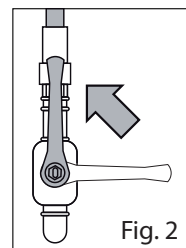

Fig. 2
- Abrir la llave de corte arriba del aparato (Fig. 2);
- Montar de nuevo el tornillo con la arandela de estanqueidad gas en el alojamiento correspondiente, abrir el grifo de corte antes del aparato (Fig. 2) y comprobar que no hay fugas de gas.
- Montar de nuevo el tornillo con la arandela de estanqueidad gas en el alojamiento correspondiente, abrir el grifo de corte antes del aparato (Fig. 2) y comprobar, tras encender el quemador, que no hay fugas de gas.
- Desmontar si necesario la bujía para que no se dañe durante la sustitución del inyector (Fig. 2).
En los modelos previstos, el caudal térmico reducido se obtiene con el tornillo del mínimo by-pass (Fig. 2) “calibrado” y atornillado a fondo (véase Tabla Gas de referencia).